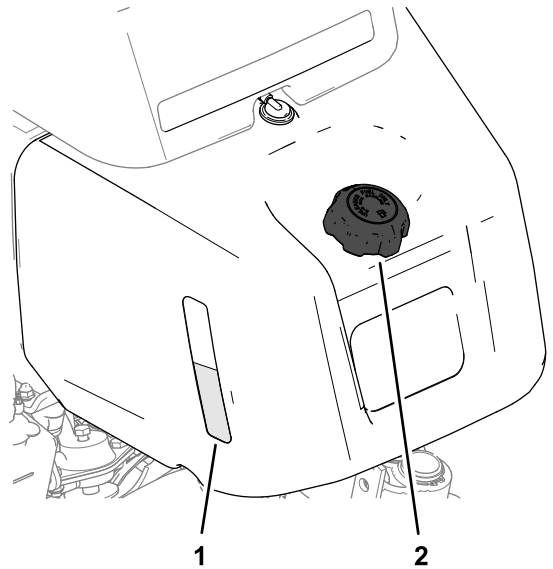
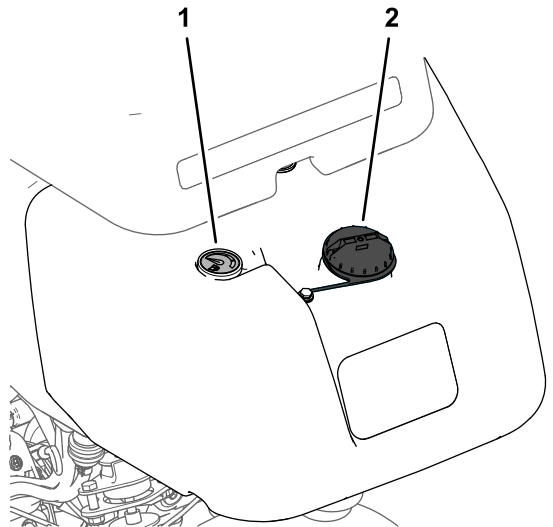

图22
图23
1. 清理燃油箱盖附近的区域，然后将其卸下（图23 或图22）。